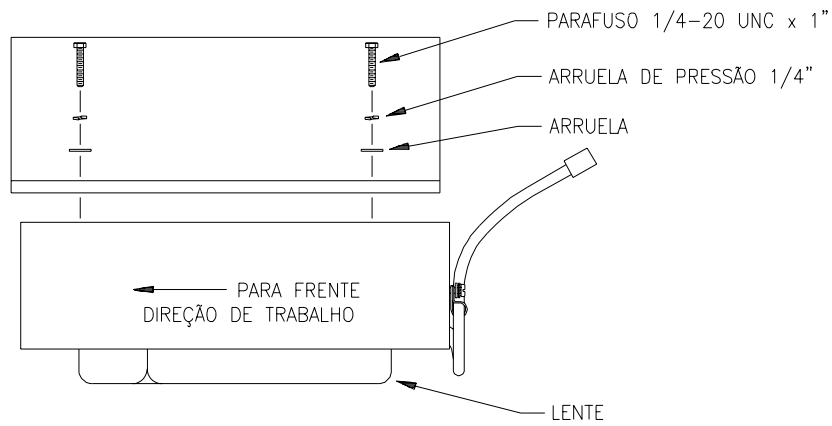

FIGURA 3
5. Parafuse o radar ao suporte de montagem. Veja figura 3.